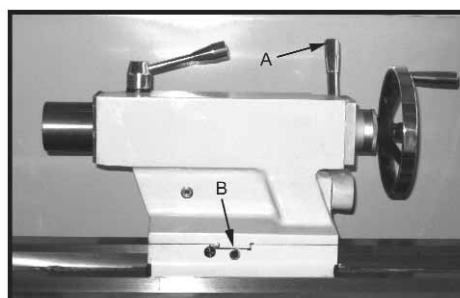

Fig. 19
1. Still den løsenede dubbdokken ved å trykke ned låsegrepet (A, fig. 19) og løsne sekskantshodet, eksenterakselen.
2. Alternativt: Løsne og trekk til stillskruene fram og bak (B, fig. 19).